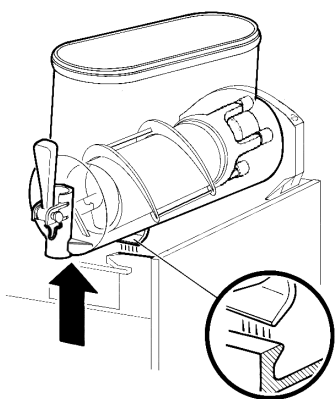

figure 5
- 2 Démontez le réservoir en poussant légèrement sa partie inférieure (côté robinet) vers le haut pour en libérer les crochets inférieurs (voir figure 5) et en le faisant ensuite glisser par